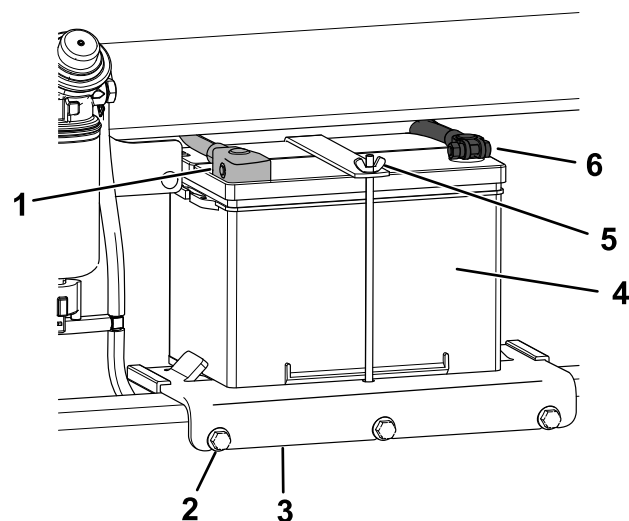

Рисунок 63
6. Отсоедините положительный (красный) кабель от штыря аккумулятора (Рисунок 63). Сохраните крепежные детали.
7. Ослабьте 3 болта крепления поддона аккумулятора и снимите поддон с аккумулятором (Рисунок 63).
4. Отсоедините отрицательный (черный) кабель от штыря аккумулятора (Рисунок 63). Сохраните крепежные детали.
- Поместите аккумулятор на поддон и закрепите его ранее снятыми гайкой-барашком и прижимным стержнем (Рисунок 63).
- Установите поддон аккумулятора на машину и закрепите его 3 болтами (Рисунок 63). Затяните болты с моментом 41 Н·м.
- Используя ранее снятые крепежные детали, подсоедините положительный (красный) кабель к положительному (+) штырю аккумулятора (Рисунок 63).
- Используя ранее снятые крепежные детали, подсоедините отрицательный (черный) кабель к отрицательному (-) штырю аккумулятора (Рисунок 63).